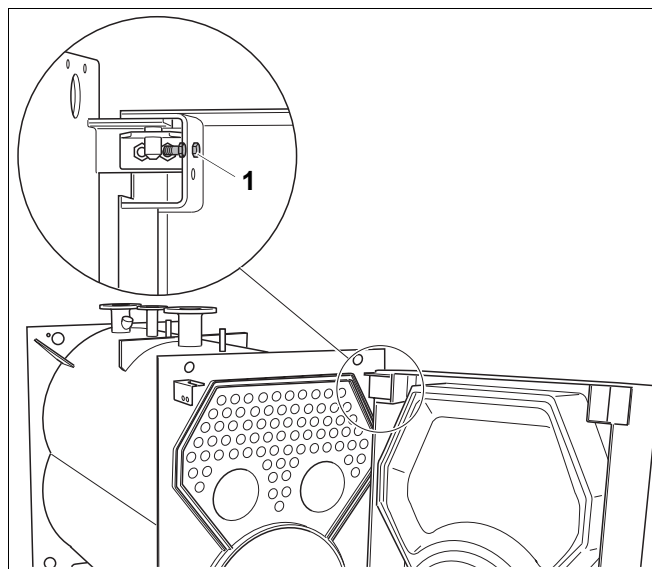

Рис. 12 Демонтаж стопорного винта
- Выньте стопорный винт (рис. 12, поз. 1) на верхнем дверном шарнире.